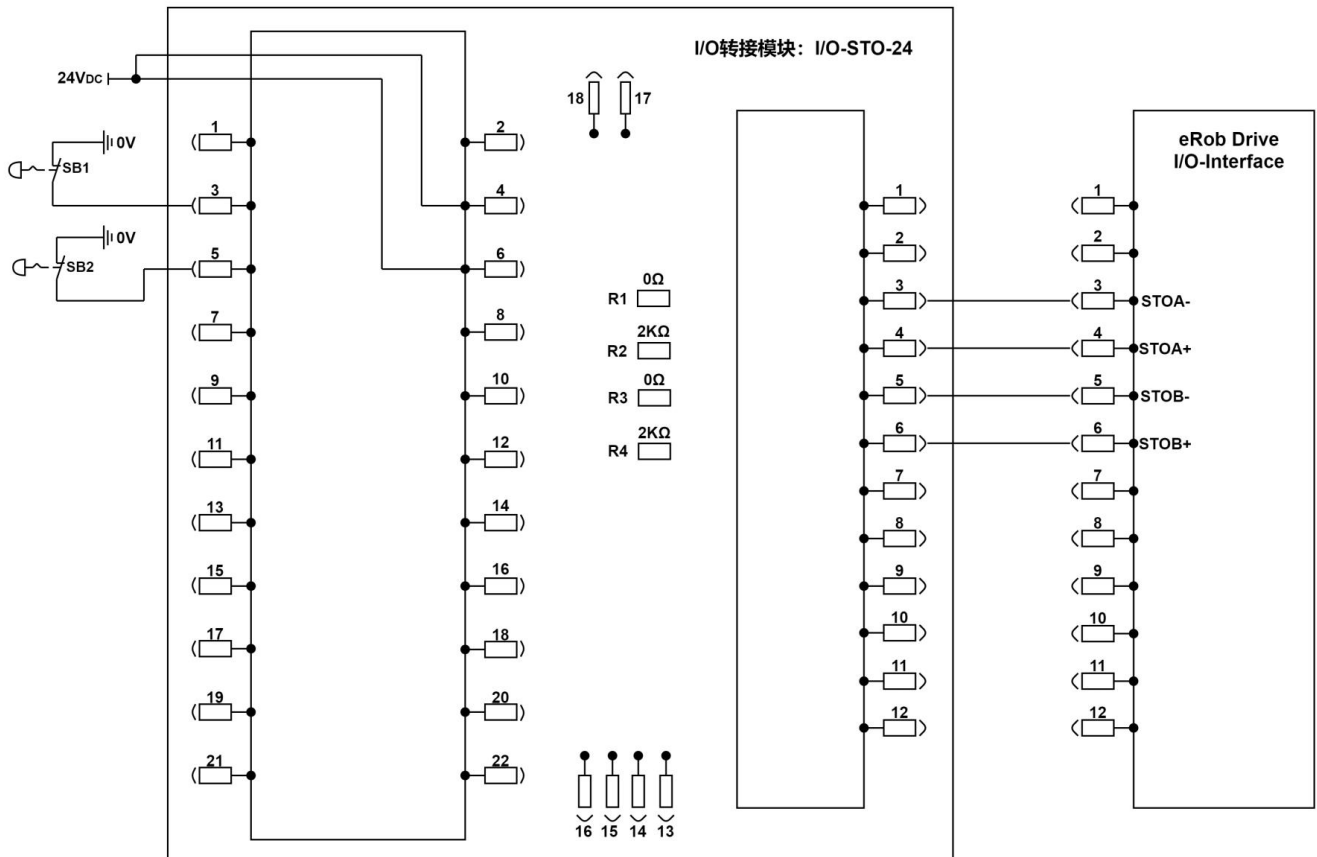
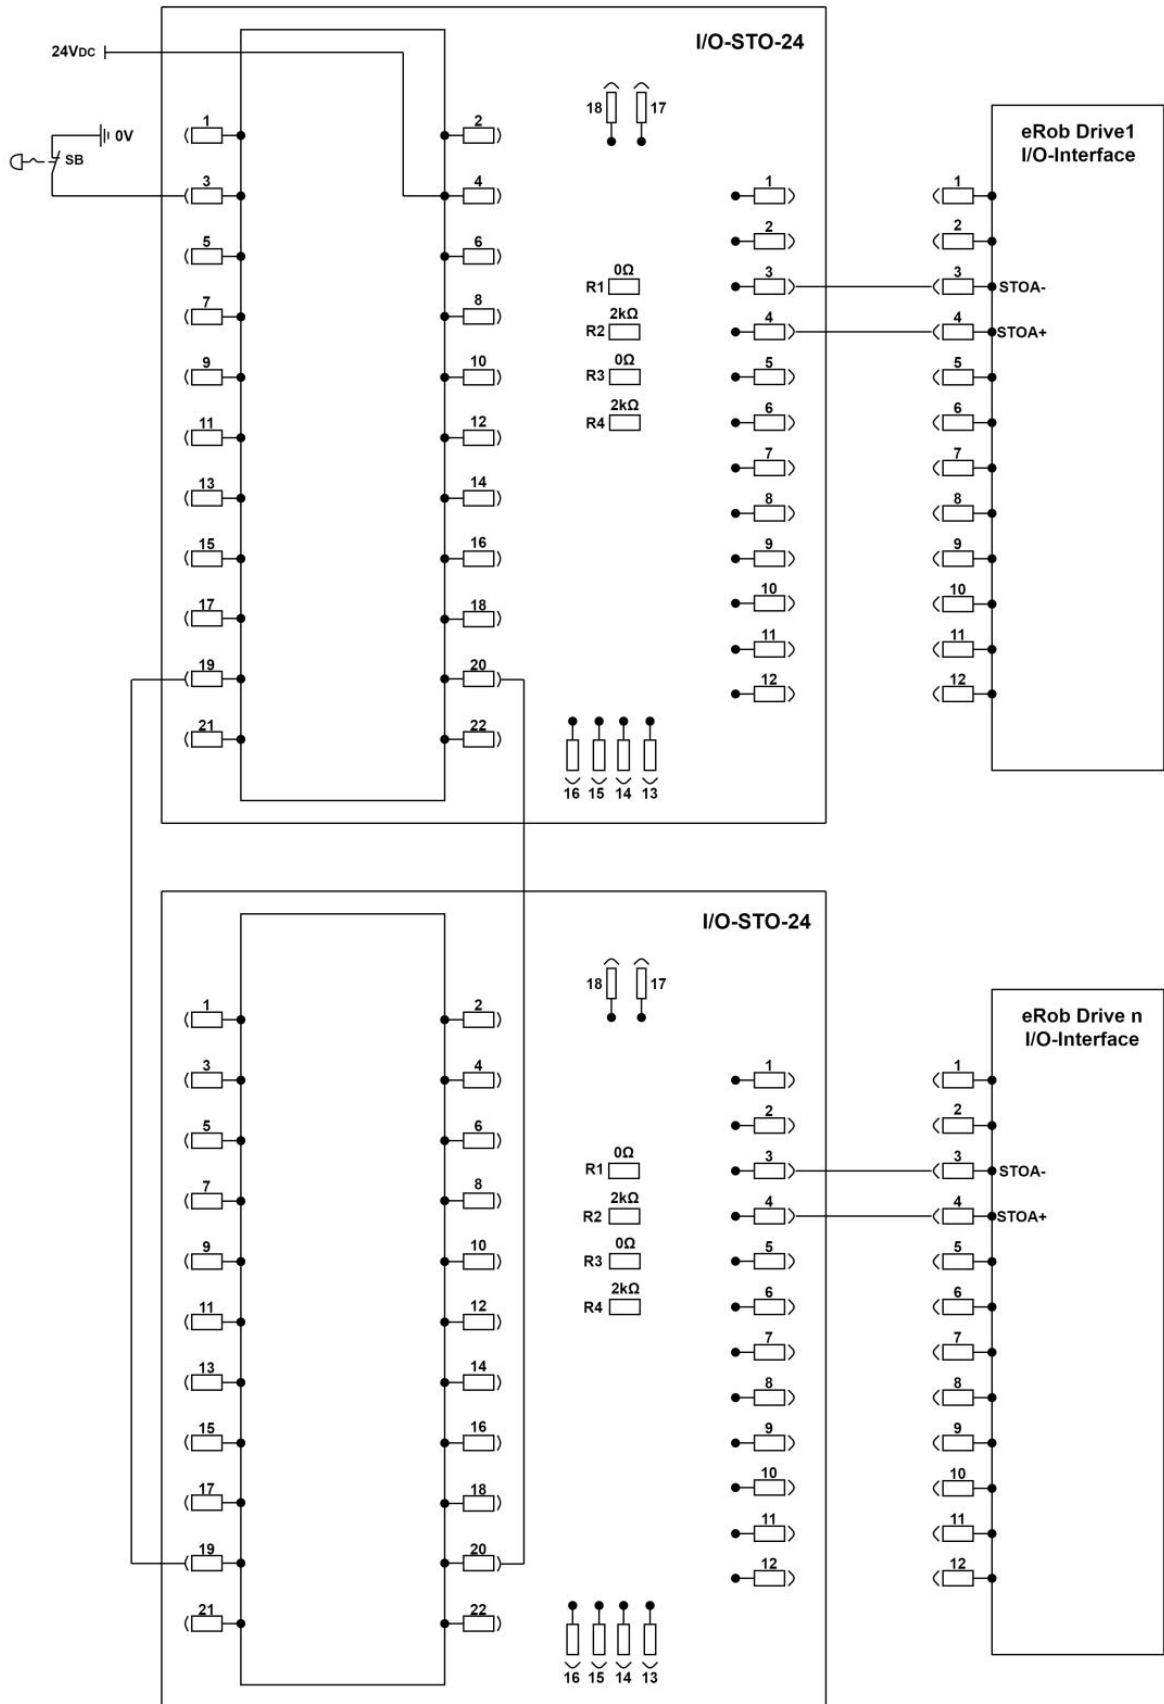

图 4-2 单个 eRob 关节模组两路 STO 功能接线图
图 4-3 多个 eRob 关节模组一路 STO 功能接线图
单个 eRob 关节模组 STO 功能接线图如图 4-2 所示，多个 eRob 关节模组 STO 功能接线图如图 4-3 所示。STO 功能使用说明详见 eRob 机器人关节模组用户手册《二十三、安全转矩关闭(STO)功能使用说明》。
- 1、图 4-2 中 I/O 转接模块输入电源电压为直流 24V。
- 2、图 4-2 中 SB1、SB2 为急停开关。
- 3、图 4-2 为配置为两路 STO 接线图，当只配置一路 STO 时，只接 STOA 接口即可。